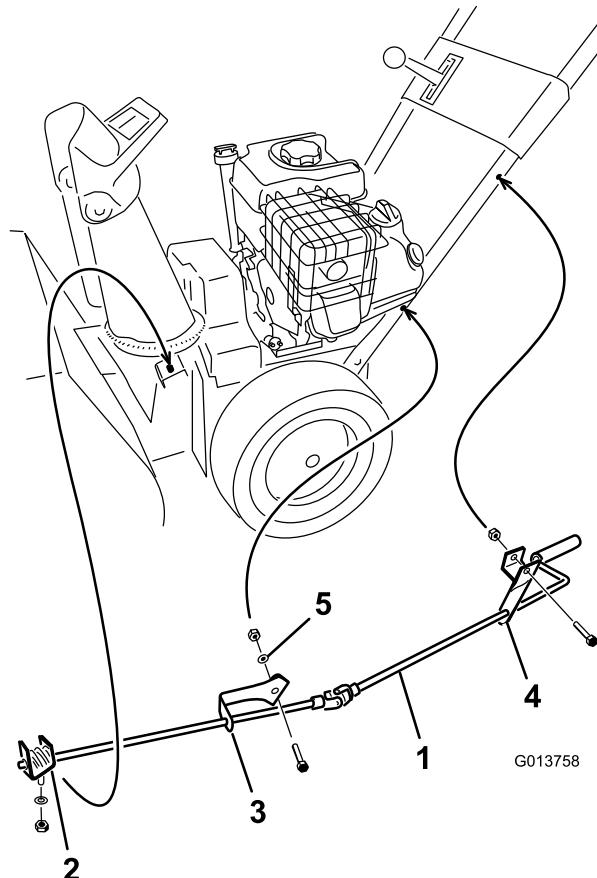

Figure 10
1. Fixez le support supérieur de l'éjecteur (assujetti à la tige d'orientation) au côté gauche du guidon avec un boulon et un contre-écrou (Figure 10).
2. Fixez le support inférieur de l'éjecteur (assujetti à la tige d'orientation) au côté gauche du guidon avec un boulon, une rondelle bombée, une rondelle plate et un contre-écrou (Figure 10).
6. Serrez les contre-écrous de fixation des 2 supports d'orientation de l'éjecteur (Figure 10).